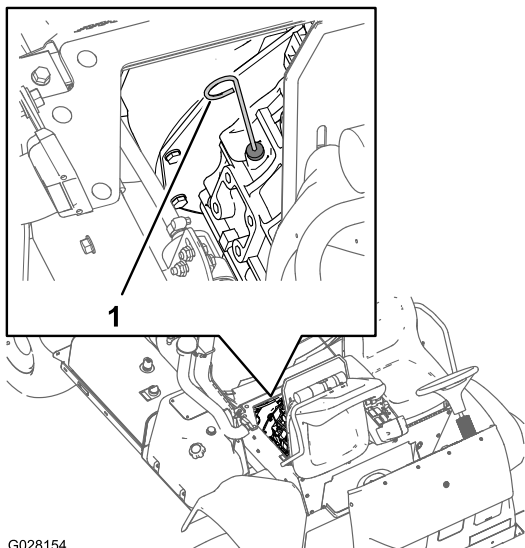

Figura 18
2. Togliete l'asta di livello, situata sotto il sedile passeggero, ed asciugatela con un panno pulito (Figura 18).